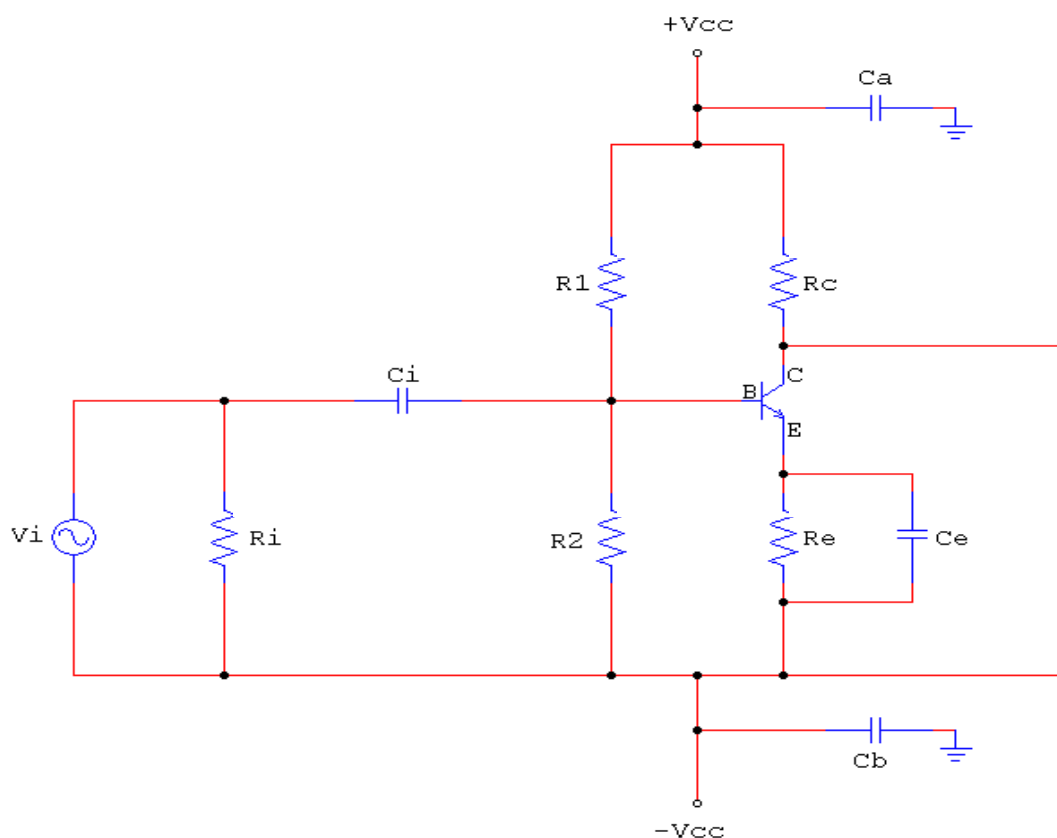

Figura 2.22
1. Partiendo del montaje 2, completa el circuito hasta obtener el de la Figura 2.22.